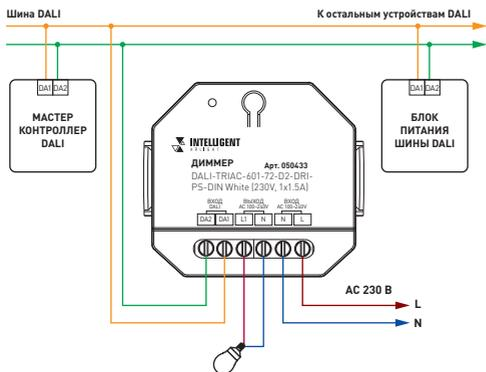

Рис. 2. Схема подключения диммера при управлении по протоколу DALI
- 3.2. Подключите диммер в соответствии со схемой на рис. 2. или рис. 3.